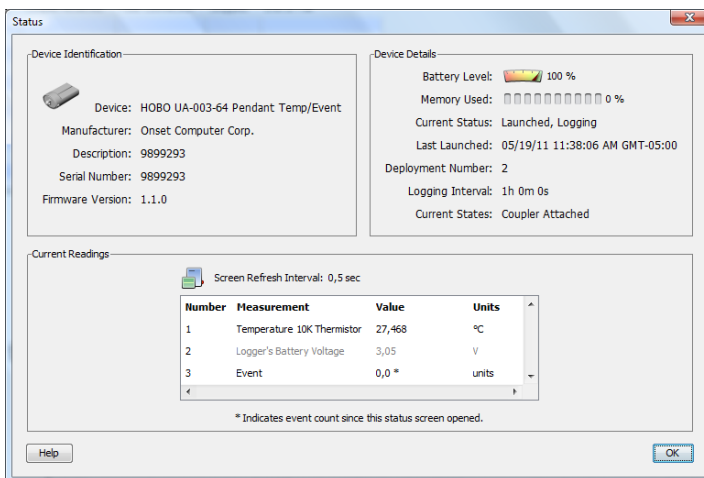

Figura 9. Ventana de “Status” – o Estado.
6.11 Para verificar el estado del pluviómetro haga click en el tercer icono de izquierda a derecha o por Device y Status. Saldrá una ventana como la siguiente indicando el estado del logger. Ver Figura 9. En esta figura se muestra el “Current Status” (Estado Actual) como “Launched, Logging” que significa que el logger ha sido iniciado y está tomando datos. Presione “OK” para salir de esta ventana.